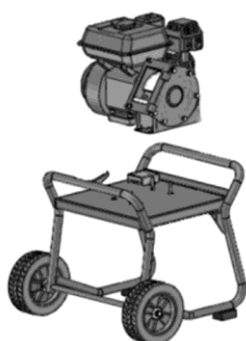

Fig. 3a
- Posizionare il gruppo motore e camera di triturazione sulla piattaforma del telaio. Fare riferimento alla Fig. 3a.